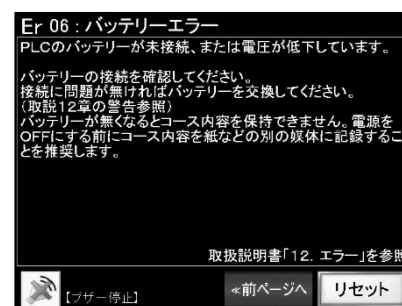

図 10-29
1) 発生中のエラーメッセージ(図 10-28、図 10-29)